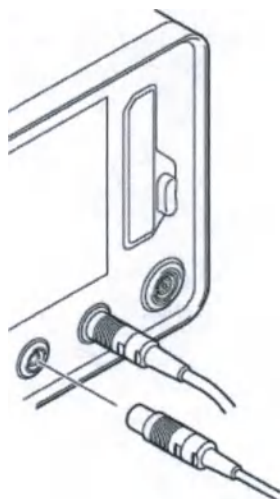

Рисунок 122 — Удаление пульта ручного управления
1. Отсоедините пульт ручного управления от консоли (рисунок 122).